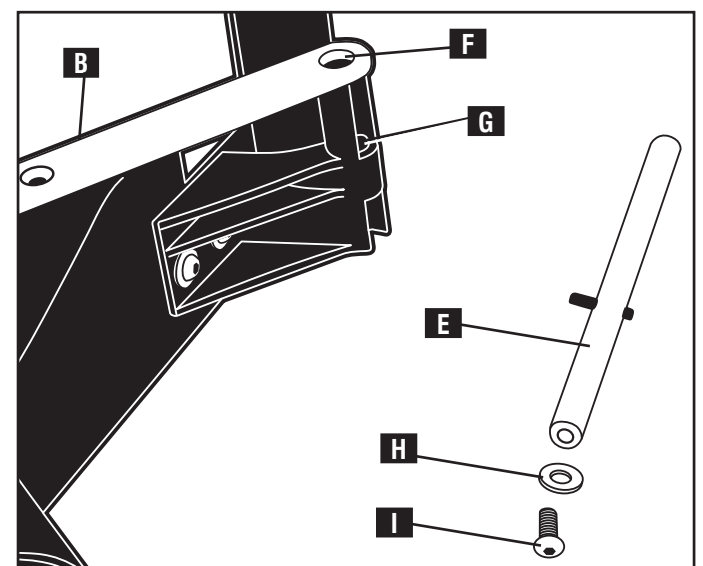

Fig. 4
2. Attach the longer assembly rod (E) (Fig. 4) to the support bar (B) and the dust shroud. First, insert the hole end of the long rod (E) through the larger end hole (F) in the support bar and down through the hole (G) in the dust shroud.
- Fixer la tige de montage longue (E), fig. 4, à la barre de support (B) et au déflecteur de poussière. Insérer d'abord l'extrémité vide de la longue tige (E) dans le trou d'extrémité le plus large (F) de la barre de support et vers le bas, par le trou (G) du déflecteur de poussière.
- Fije la varilla de ensamblaje más larga (E) (Fig. 4) a la barra de soporte (B) y a la cubierta para polvo. Primero, introduzca el extremo de la varilla larga (E) en el orificio más grande del extremo (F) de la barra de soporte y hacia abajo en el orificio (G) de la cubierta para polvo.